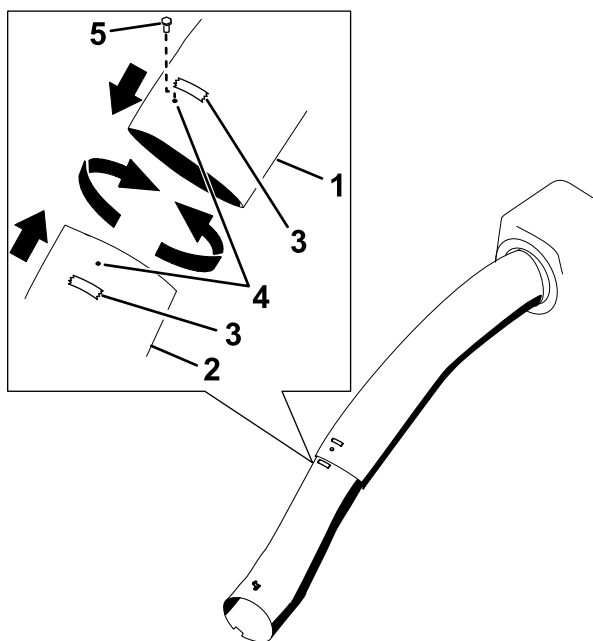

Figura 30
- E. Faça deslizar os tubos de descarga superior e inferior em simultâneo (Figura 30).
F. Rode o tubo superior de modo a que a extremidade no capot aponte para o centro do capot (Figura 30).
G. Enquanto mantém a posição aproximada do tubo de descarga superior, alinhe os orifícios na conduta superior e inferior (Figura 30).
H. Insira um parafuso ($\frac{1}{4}$ " x $\frac{3}{4}$ ") por um dos orifícios para manter o alinhamento dos tubos superior e inferior (Figura 30).
I. Marque cada tubo na área adjacente ao parafuso com um pedaço de fita (Figura 30).
- L. Faça deslizar os tubos em simultâneo e alinhe os orifícios marcados com a fita (Figura 30).
- M. Fixe os tubos nos orifícios com os parafusos ($\frac{1}{4}$ " x $\frac{3}{4}$ ") e as porcas ($\frac{1}{4}$ ") (Figura 30).